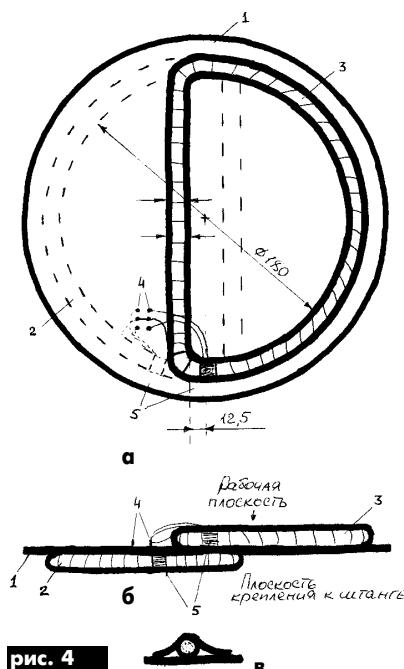
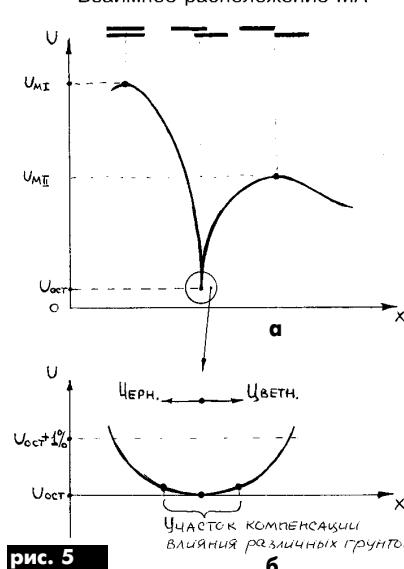

рис. 4
рис. 5
Датчик МИ состоит из двух D-образных машинных антенн (МА) в виде экранированных катушек, размещенных на противоположных плоскостях диска $\varnothing 250\text{--}260$ мм, толщиной 2 мм из текстолита или стеклотекстолита (рис.4,а,б).
После намотки катушки в нескольких местах скрепляют клейкой лентой и снимают с каркаса. Выводы проводников пропускают через ПВХ трубы длиной 40–60 мм, и катушки по периметру обклеиваются такой же клейкой лентой. Статическое экранирование обмотки катушки осуществляется алюминиевой фольгой на бумажной или полимерной основе шириной 8–10 мм с зазором 5–8 мм между началом и концом обмотки 5 (рис.4) на участке расположения выводов проводов. Вывод от экрана – неизолированным медным или медным с токопроводящим покрытием проводом $\varnothing 0,4\text{--}0,5$ мм, обмотанным вокруг всего экрана с шагом 5–15 мм.
Балансировку катушек выполняют в несколько этапов, начиная с процесса изготовления датчика. Передающую катушку 2 (рис.4,а,б) временно закрепляют с одной стороны диска 1 клейкой лентой и подключают к выходу звукового генератора с напряжением ~ 10 В и частотой 3 кГц через резистор сопротивлением 510–680 Ом.
Приемную катушку 3 подключают ко входу осциллографа и располагают с противоположной стороны диска. Передвигая катушку 3 по поверхности диска, определяют зону ее примерного расположения по минимуму сигнала на ее выводах (рис.5,а), при необходимости меняют расположение передающей катушки и проводят грубую балансировку повторно. Отмечают расположение обеих катушек, затем прикрепляют передающую катушку по ее контуру к поверхности диска минимальным количеством клея (например, 88Н или "Момент") и ставят под пресс с усилием 2–3 кг. После высыхания клея окончательно прикрепляют передающую катушку эпоксидным клеем с армированием сверху кусочками ткани размером 25x50 мм, пропитанной этим же клеем (рис.4,в).
В указанном (на рис.4,а) месте просверливают 6 отверстий для контактных штырей 4 из медной проволоки $\varnothing 0,8\text{--}1$ мм, выходящих на обе стороны диска 1, и распаивают на них выводы обеих МА и соединительные кабели со стороны катушки 2. Экраны катушек должны быть соединены между собой и с экранами кабелей. Участок расположения штырей 4 заливают эпоксидным клеем и рядом с ним прикрепляют текстолитовую стойку 5x5x30 мм для закрепления кабелей в датчике. Впоследствии кабели закрепля-
При разбалансе в другую сторону эффект будет обратным (рис.5,6).
Максимальную чувствительность в грунте можно получить в режиме примерно равной чувствительности ко всем металлам, которому соответствует небольшой участок на балансировочной характеристике (рис.5,6, в окрестности точки минимума), где сигнал помехи от грунта минимальен и можно проводить поиск при наименьшем расстоянии между датчиком и грунтом. Кроме того, сигнал помехи от динамического разбаланса от неизбежных микродеформаций при движении также минимальен.
5. Если система замучила Вас сообщениями о необходимости вставить компакт-диск с Windows 9x, то можно помочь ей отыскивать инсталляционные файлы Windows 9x, подкорректировав параметр SourcePath в разделе реестре HKEY_LOCAL_MACHINE\Software\Microsoft\Windows\CurrentVersion\Setup. В качестве нового параметра следует ввести полный правильный путь расположения инсталляционных файлов Windows 9x, например, «c:\install\WIN98.RUS». Сообщение, которое появляется, если система не может автоматически найти инсталляционные файлы Windows 98, показано на **рис.4**.